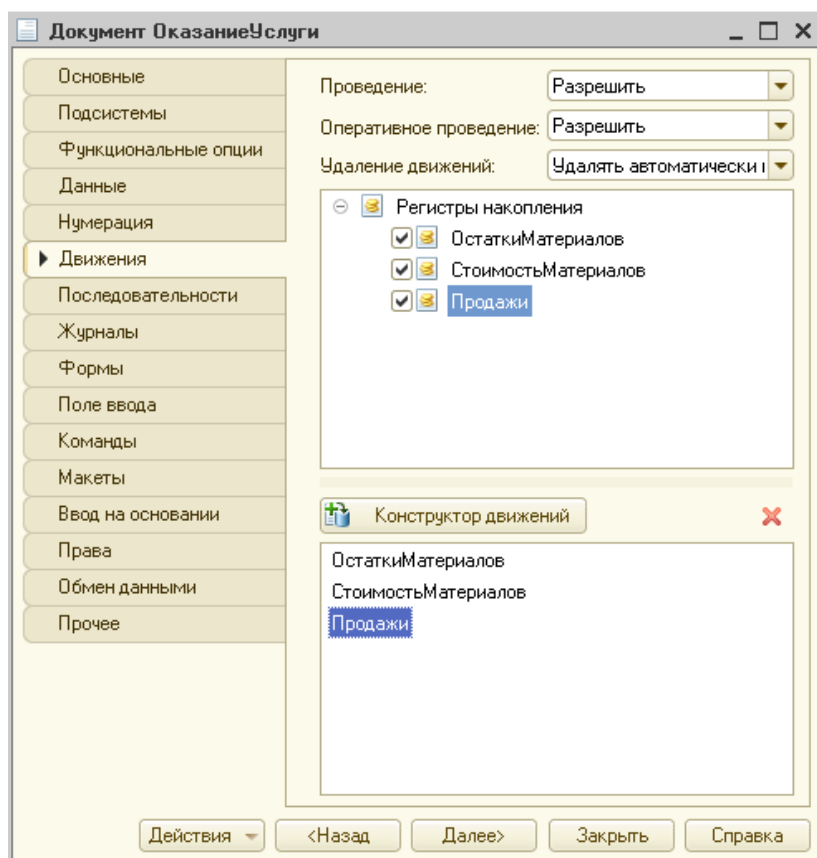

Рис. 39. Документ ОказаниеУслуг
5. Открыть окно редактирования объекта конфигурации Документ ОказаниеУслуги и на закладке Движения указать, что этот документ будет создавать движения еще и по регистру Продажи (рис. 39).